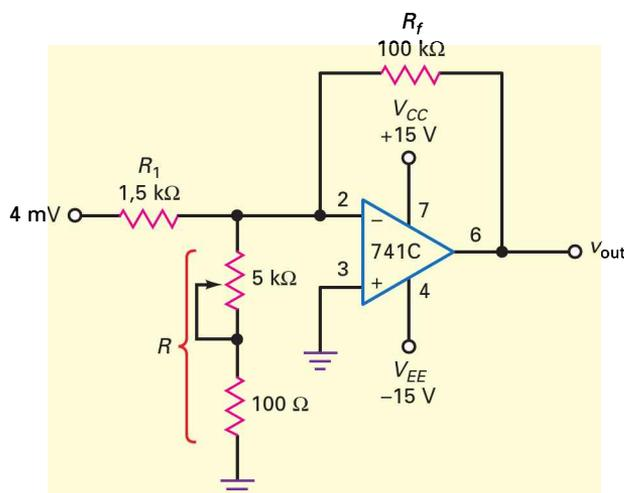

Figure 18.37
- 18.4 Que vaut la tension de sortie sur la figure 18.37 ? Quelles sont les bandes passantes minimale et maximale ? (On prend $f_T = 1 \text{ MHz}$.)